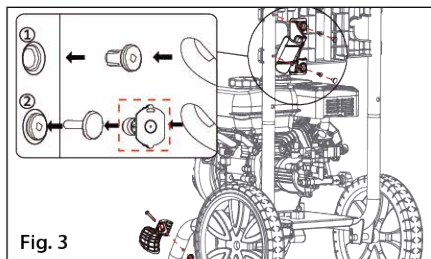

Fig. 3
**Fig. 3** - Instale o suporte superior e o inferior, ver figura 3. De forma a fixar o suporte superior utilize os dois pinos de plástico, pode bater com um martelo pequeno para assentar melhor os pinos. De seguida para coloque o suporte inferior como ilustra a figura 3 e fixe com o parafuso M6 e a porca. Aperte com uma chave até que a porca esteja firme, não aperte demais.